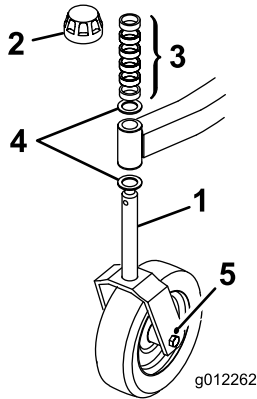
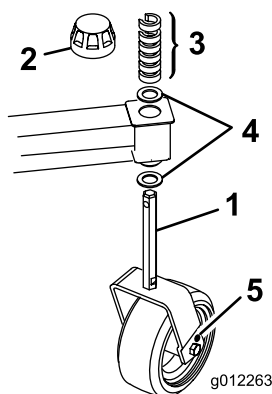

Figura 11
Figura 12
2. Agrande los taladros de 0,438 pulgadas (11,13 mm) de diámetro (Figura 11 y Figura 12) de cada lado de las horquillas a un diámetro de 0,50 o 0,516 pulgadas (12,7 o 13,1 mm).
1. Retire el casquillo tensor del eje y retire el eje del brazo de la rueda giratoria delantero. Retire la arandela del eje. Coloque los espaciadores en el eje para conseguir la altura de corte deseada, luego coloque la arandela en el eje (Figura 11).
e instale el casquillo tensor para fijar el conjunto (Figura 11).
1. Retire el casquillo tensor del eje de la rueda (Figura 12).
2. Retire o añada espaciadores C al segmento estrecho del eje, debajo del brazo de la rueda giratoria, hasta obtener la altura de corte deseada (Figura 12). Asegúrese de que las arandelas de empuje, y no los espaciadores, están en contacto con la parte superior y la parte inferior del brazo de la rueda giratoria.
3. Coloque el casquillo tensor para fijar el conjunto (Figura 12).